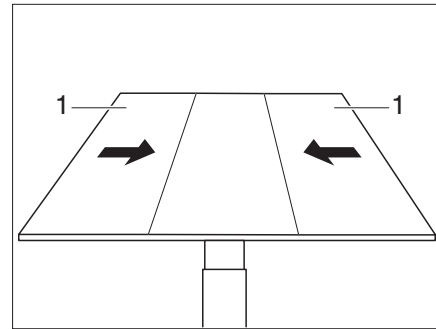

Bild 100 Skjut sidodelarna mot mittendelen
- Skjut bordets ytterdelar (Bild 100,1) mot mittendelen.